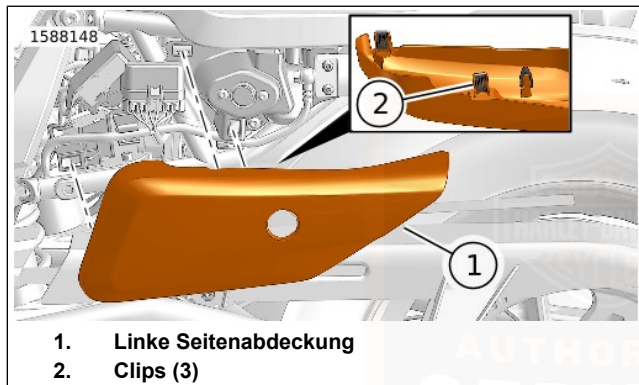

Abbildung 84. Linke Seitenabdeckung (RH1250S)
1. Siehe Abbildung 84. Ziehen Sie die linke Seitenabdeckung (1) mit Clips (2) vom Fahrzeug weg.